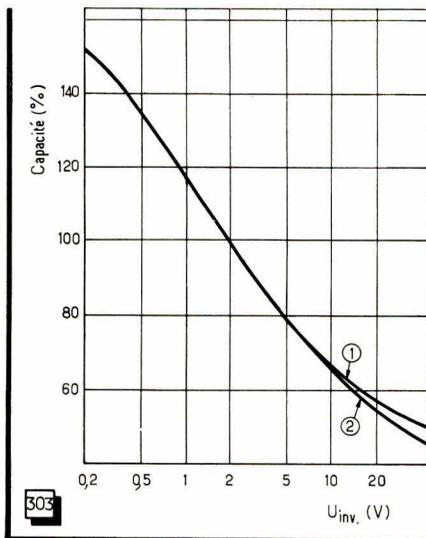

Fig. 303. — Courbes de variation relative (en pour-cent) de la capacité en fonction de la tension inverse des diodes BA 110 (1) et BA 111/112 (2).
Les courbes de la figure 303 représentent également une variation relative de capacité, mais sous une forme un peu différente et se rapportant aux diodes BA 110 (1) et BA 111/BA 112 (2) (*Intermetall*), existant depuis 1962. La valeur « 100 % » a été prise ici à $U_{inv} = -2$ V, et l'on voit que pour $U_{inv} = -30$ V environ cette valeur ne représente plus que 50 % environ de la capacité initiale. Le rapport de variation est de 2 seulement, ce qui est beaucoup moins intéressant que pour la diode BA 141, qui a vu le jour en 1966. Evidemment, si l'on admet comme tension « initiale » 0,5 V, par exemple, on peut arriver à un rapport de variation de capacité voisin de 2,6, mais cette solution n'est pas toujours possible, et de toute façon on est encore très loin du rapport 5,5 obtenu avec une BA 141.